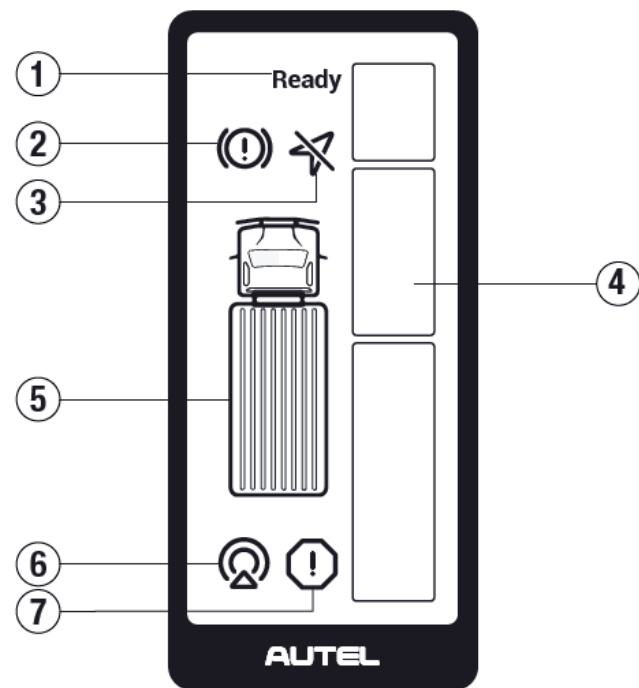

Abbildung 1-4 Beschreibung der Warnleuchte
- **Warnstufe 1:** Wenn der Lenkradwinkel weniger als 30° ist und das Ziel in den Warnbereich eintritt, fängt an ein Teil (Nr. 4) der in Abbildung 1-4 angezeigte Warnleuchten-LED zu leuchten.